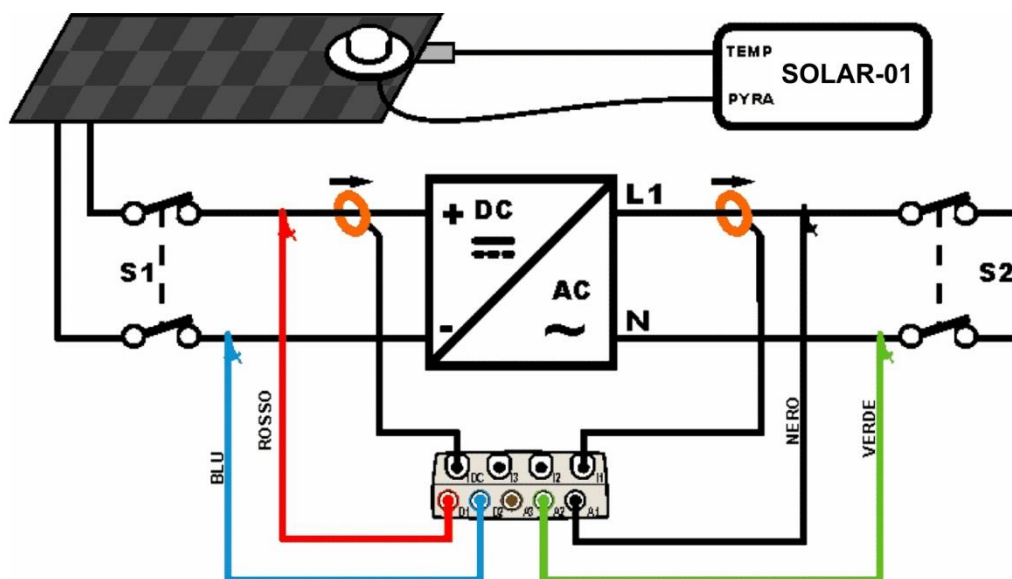

Fig. 224: Ligação do instrumento num Sistema FV-1 com SOLAR-01
- Ligar as entradas **D1** e **D2** respectivamente aos pólos positivo e negativo de saída da *string*. Ligar as entradas A1, A2 aos condutores de Fase e Neutro respeitando as cores como se mostra na Fig. 224
- Ligar a pinça de corrente CC no condutor positivo na saída da *string* **respeitando o sentido da seta** presente na referida pinça conforme o indicado na Fig. 224. **Verificar o estado das pilhas internas da pinça antes da ligação.**
- Ligar a pinça CA no condutor de Fase L1 **respeitando o sentido da seta** presente na referida pinça conforme indicado na Fig. 224. Ligar a saída da pinça à entrada **I1** do instrumento.